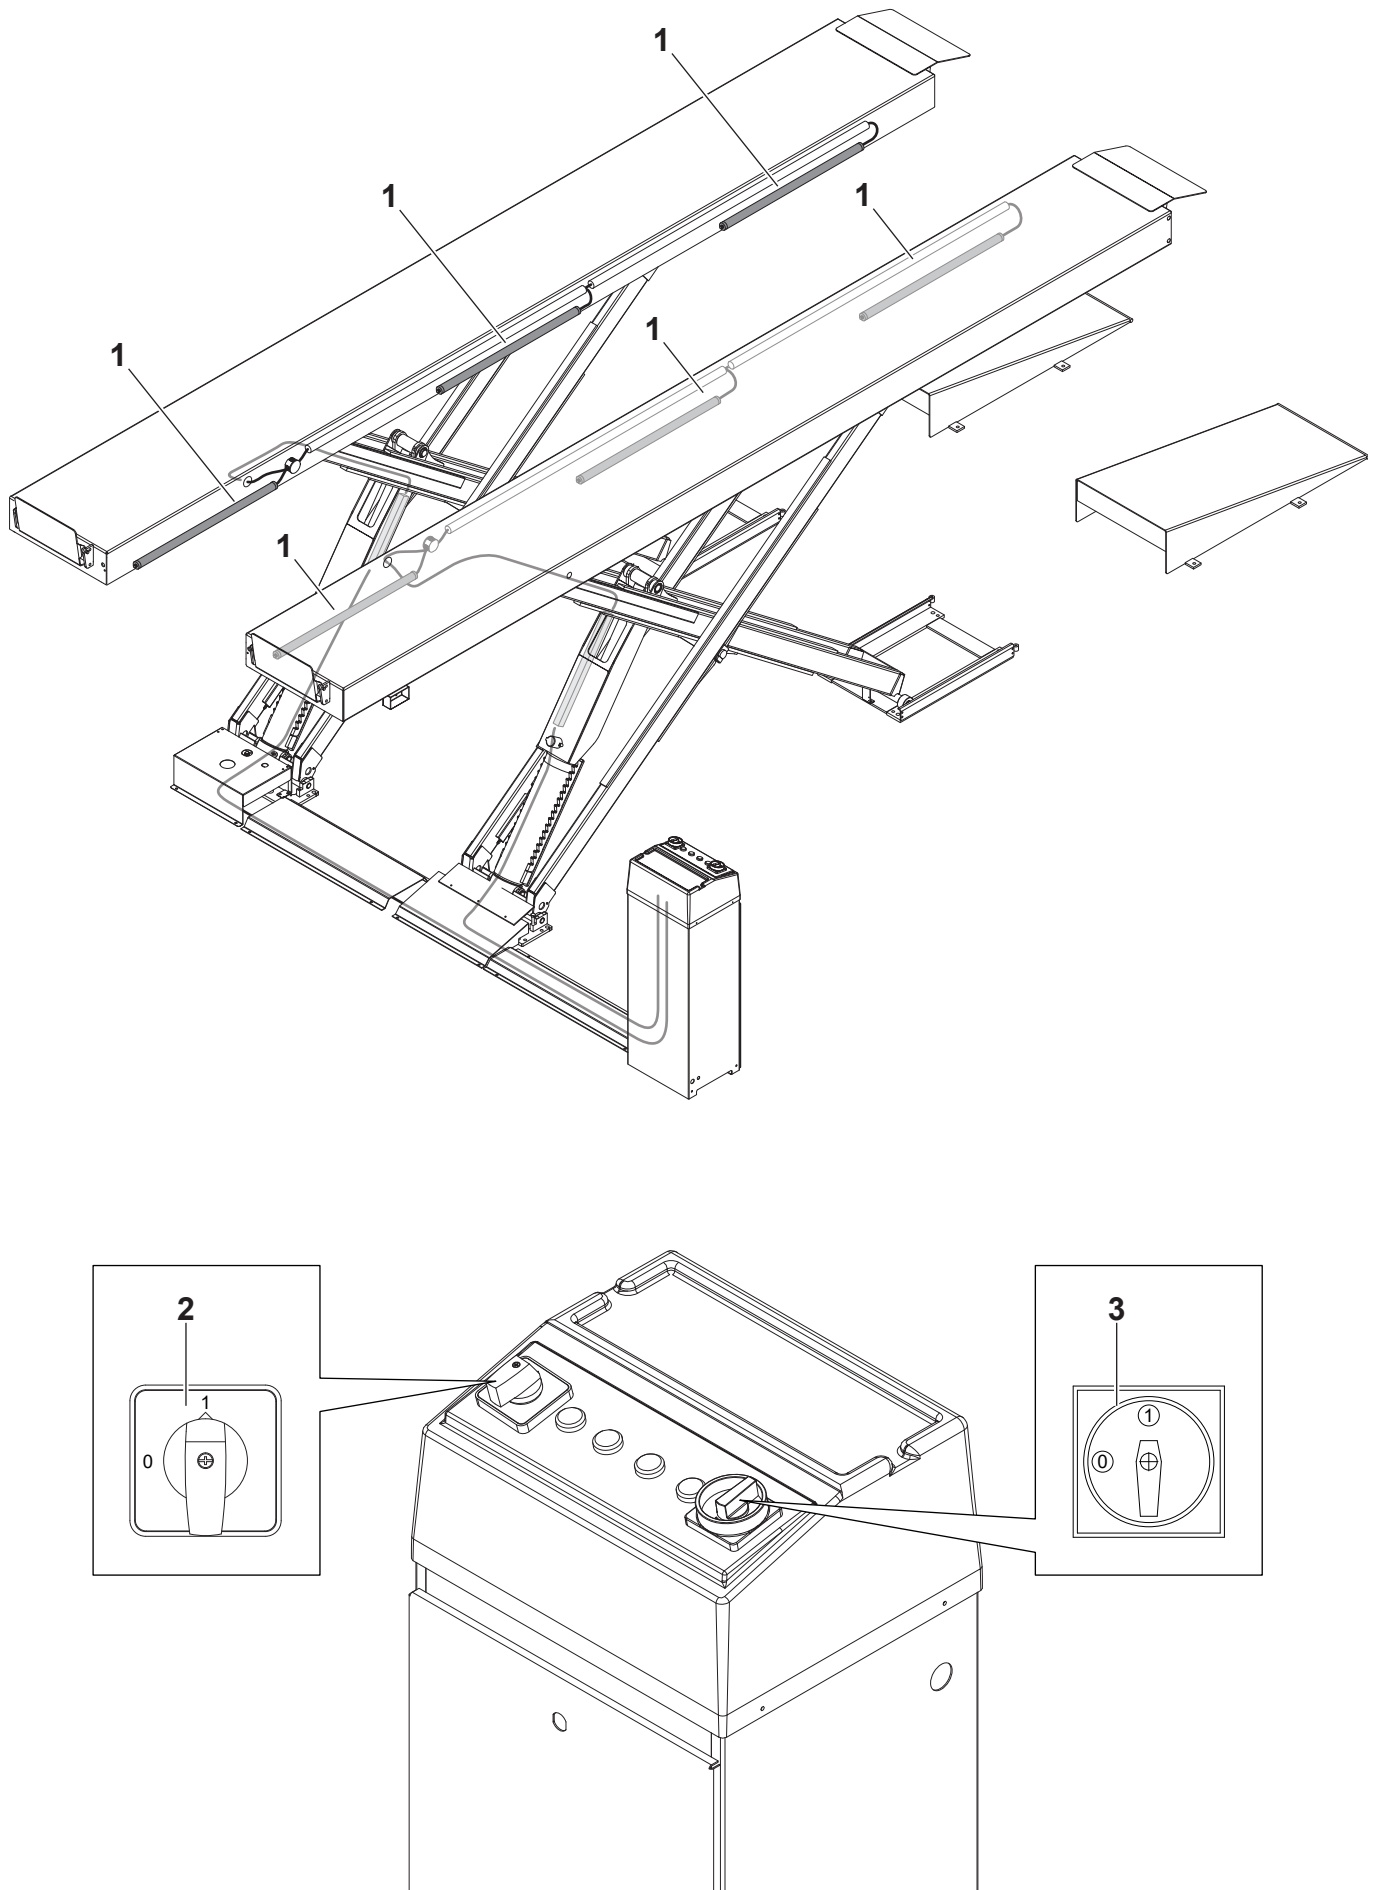

Fig. 9
Il gruppo di illuminazione si attiva ruotando l'interruttore lampade (2) (Fig. 9) in posizione "1".
To switch the lighting unit on, turn the lamp switch (2) (Fig. 9) to the "1" position.
Um die Beleuchtungsgruppe zu aktivieren, muss der Hauptschalter der Lampen (2) (Abb. 9) in die Position „1“ gedreht werden.
Le groupe d'éclairage s'active en tournant l'interrupteur des lampes (2) (fig. 9) en position « 1 ».
El grupo de iluminación se activa girando el interruptor de las lámparas (2) (Fig. 9) a la posición «1».